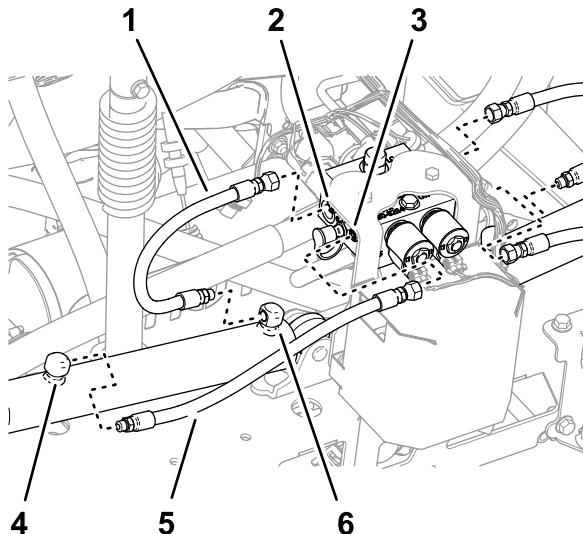

Рисунок 37
- Отсоедините шланги от отверстий выдвижения левого и правого подъемных цилиндров (Рисунок 37).
- Отсоедините шланги от отверстий С2 и С4 коллектора подъемного цилиндра (Рисунок 37).
- Отсоедините шланги от отверстий втягивания левого и правого подъемных цилиндров (Рисунок 37).
- Отсоедините шланги от отверстий С1 и С3 коллектора подъемного цилиндра (Рисунок 37).